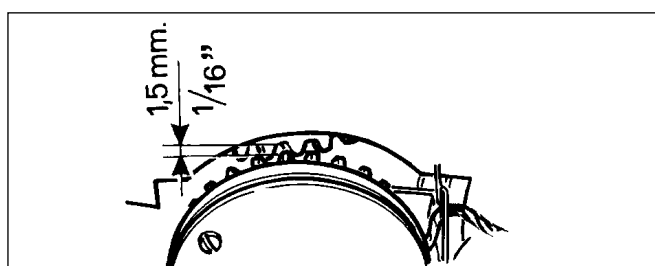

Abb. 18
- Bei nicht eingreifender Verzahnung prüfen Sie: den Abstand zwischen Zahnkranz- und Schwungradzähnen; dieser sollte nicht mehr als 1,5 mm (1/16") betragen (Abb. 18). Um den Zahnabstand einzustellen, ziehen Sie die Schraube nach; hat sich die Bremsfeder gelöst, tauschen Sie diese aus und prüfen Sie die Bremswirkung am Zahnkranz.